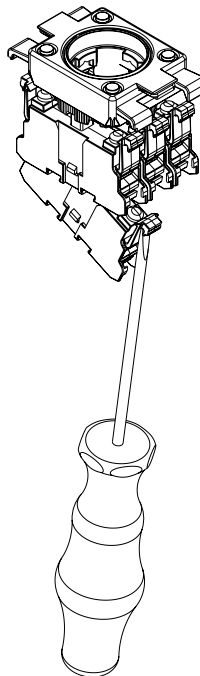

Fig. 7
3. Desmontaje del elemento de contacto en el nivel dos (véase fig. 7)